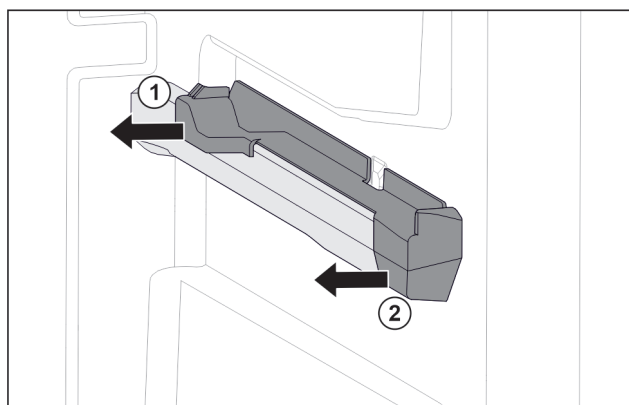

Fig. 82 Élément emboîtable sur la nervure de récipient droite
- Le retirer sur le côté par l'arrière. *Fig. 82 (1)*
- Le retirer sur le côté par l'avant. *Fig. 82 (2)*